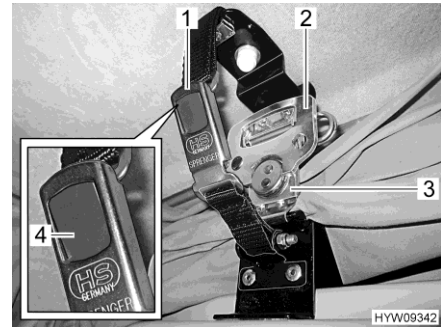

Fig. 20 Bloqueo (techo abatible)
- Abrir el cierre de hebilla (Fig. 20,1) en ambos lados. Para ello, pulsar el pulsador gris (Fig. 20,4).
- De cada lado, plegar el asidero (Fig. 20,2) del cierre rápido (Fig. 20,3) hacia fuera y girar media de vuelta en sentido contrario a las agujas del reloj. Con ello, se ha soltado el bloqueo.